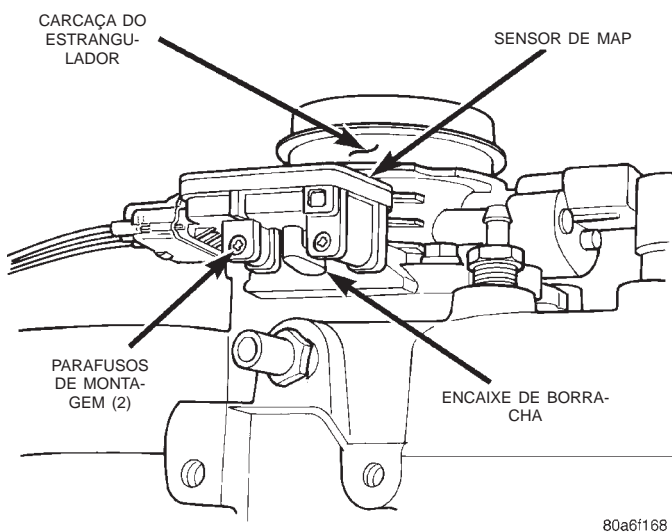

Fig. 33 Encaixe de Borracha em “L”—Sensor de MAP à Carcaça do Estrangulador
(1) Verifique o encaixe de borracha em “L” do sensor de MAP ao corpo da válvula (Fig. 33). Conserte-o conforme necessário.